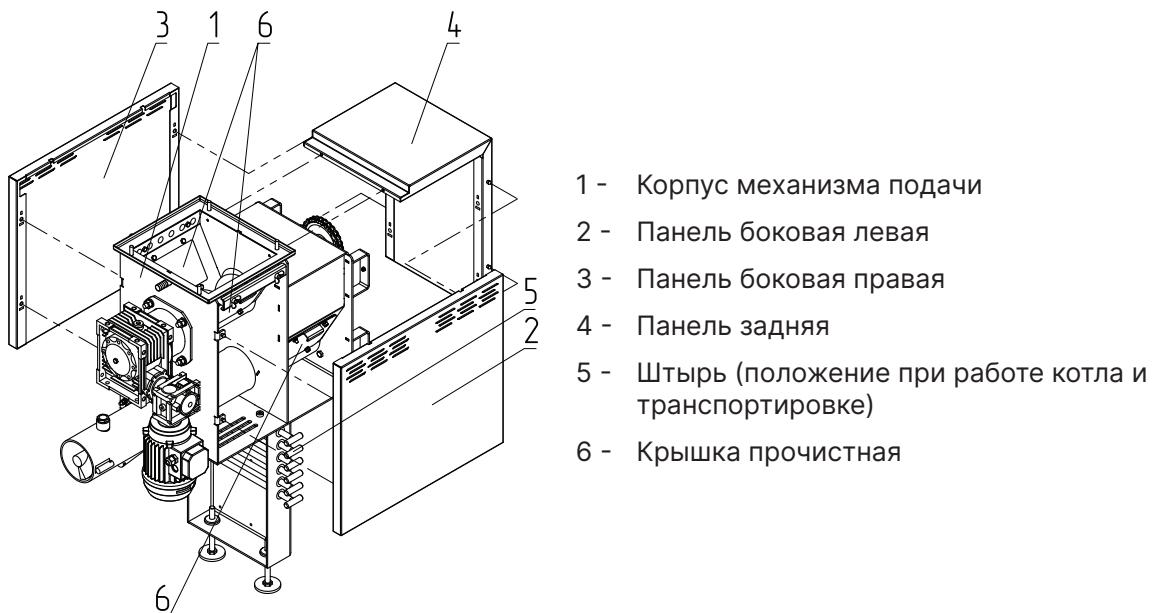

Рис.10 Схема монтажа съёмных панелей механизма подачи (горелка условно не показана)
1. Приложите заднюю панель к местам крепления, как показано на **Рис.10**;